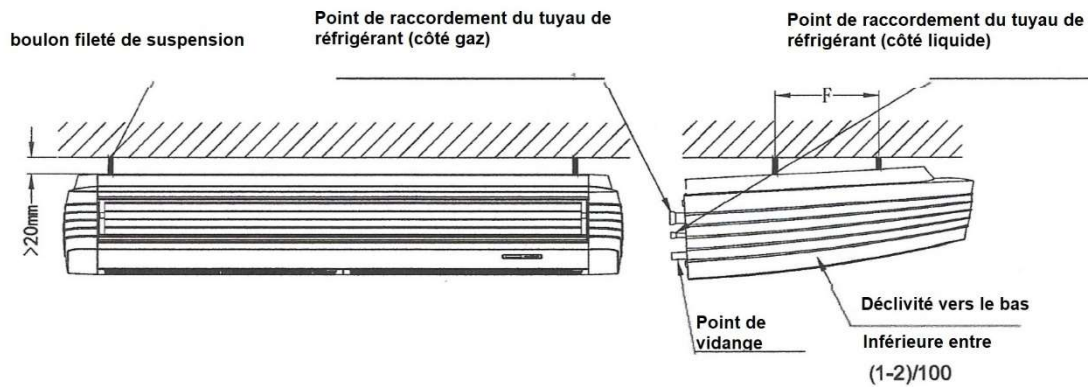

Fig 4.10
- (3) Suspendez l'unité sur le bras de suspension en la couissant vers l'arrière. Serrez fermement les boulons de serrage des deux côtés (Voir la figure 4.10).